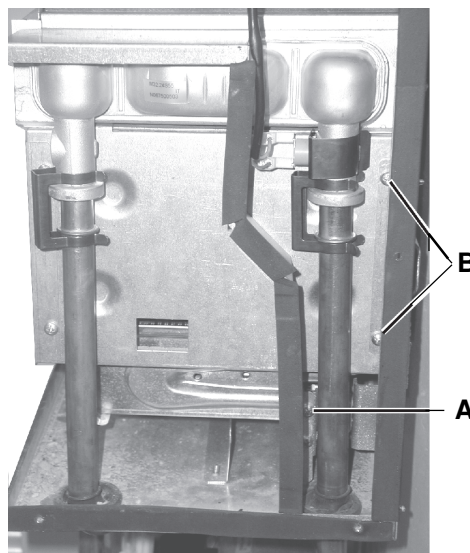

fig. 4
- 2) Nei modelli a camera stagna togliere il deflettore togliendo la vite **A** (fig.4).